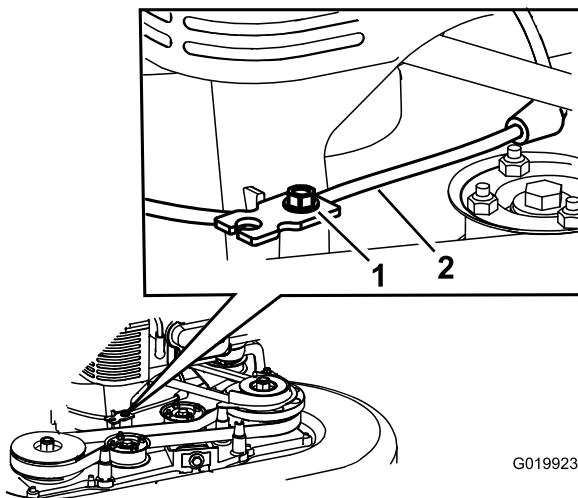

Figura 44
5. Afloje el tornillo de la abrazadera (Figura 44).